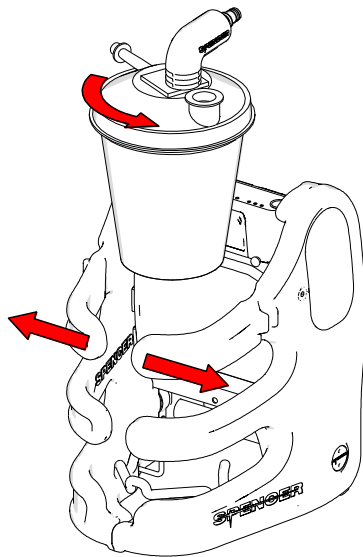

Fig. 6
1. Collegare il filtro al vaso (n°5 paragrafo 3.2), inserire il vaso nel suo supporto deformando lievemente la scocca nella parte superiore (fig.6); verificare che l'archetto di supporto (n°7 paragrafo 3.2) sia abbassato e correttamente fissato alla scocca dell'aspiratore.